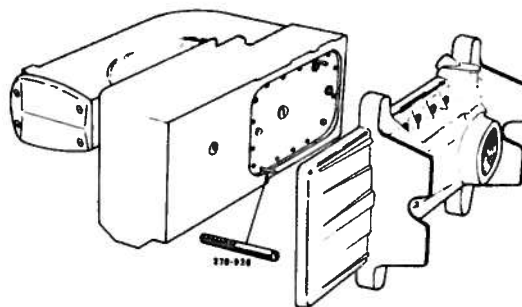

fig.14
d) Montaggio della bacinella (fig. 14)